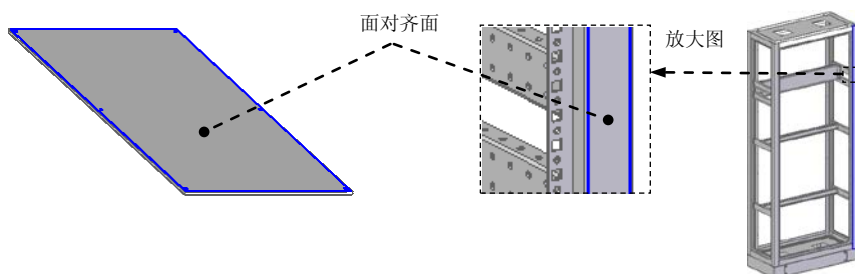

图 8.13.368 面对齐面
(1) 单击“相关”区域中的  命令，选取图 8.13.368 所示的两个钣金件上要配合的面。